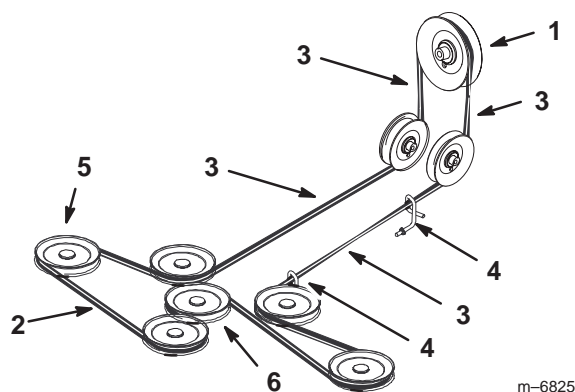

Figure 74
5. Installez la courroie neuve autour des poulies d'axe et de la poulie de tension du plateau de coupe, dans les guides de courroie, dans l'ensemble bras de tension arrière et l'embrayage (Fig. 74).
Important Vérifiez le vrillement de la courroie entre les poulies. Il doit être conforme aux spécifications de la Figure 74.